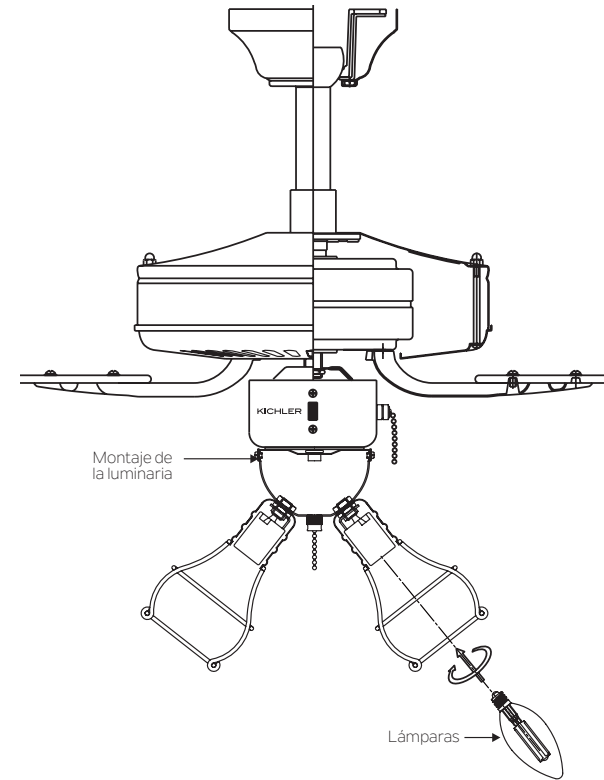

Fig. 3
1. Instale 3 lámparas LED E12 de 4 vatios (incluidas), una en cada portalámparas. (Fig. 3)